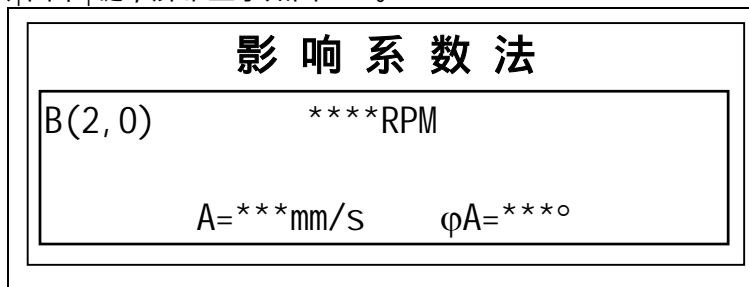

图4-36
按|回车|键，屏幕显示如图4-36。
(4) 在图4-36中，当振动值A、角度值 φA 读数稳定时，按|保持|键锁定读数，屏幕的右上角显示“**”。